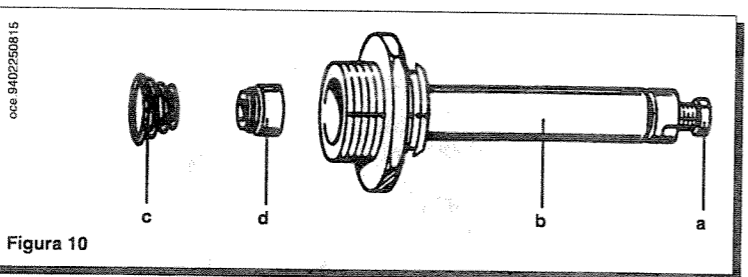

Figura 10
- avvitare a fondo, senza forzare, la vite nera (a) al canotto (b) (figura 10);
- aprire il rubinetto gas e ruotare la manopola (3) predisponendo la caldaia in posizione Estate (☀️);
- atornillar completamente, sin forzar, el tornillo negro (a) al manguito (b) (figura 10);
- abrir el grifo gas y hacer girar el botón (3) predisponiendo la caldera en posición Verano (☀️);
- destornillar el tornillo negro (a) (figura 10) hasta alcanzar el valor de presión correspondiente a la potencia reducida (véase tabla 1 en página 18);
- sostituire la molla avendo cura di posizionarla correttamente (figura 10 a pagina 16);